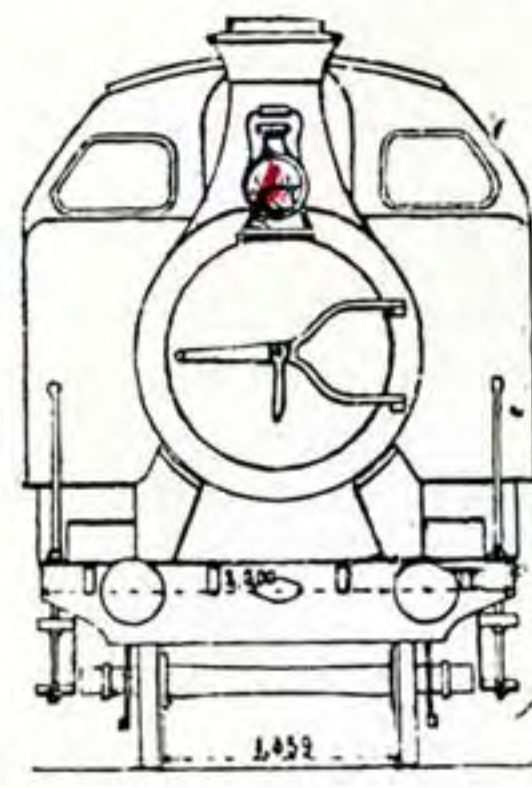

Fig. 23
pendant la nuit, un feu blanc à l'avant, un falot allumé fixé sur le côté droit (1) du tender ou de la machine-tender, de la voiture à vapeur ou de la machine-fourgon, et un feu rouge à l'arrière (fig. 23 et 24).